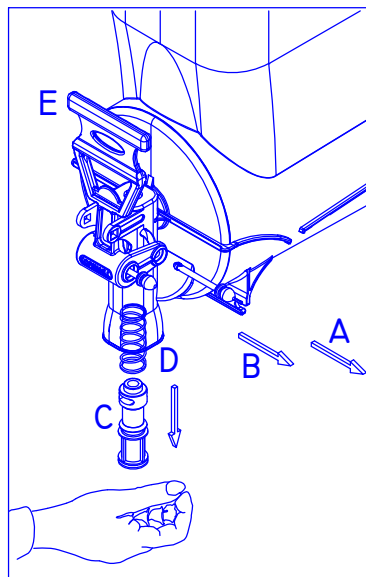

Fig. 11
6.1 Smontaggio rubinetto. (Fig. 11)